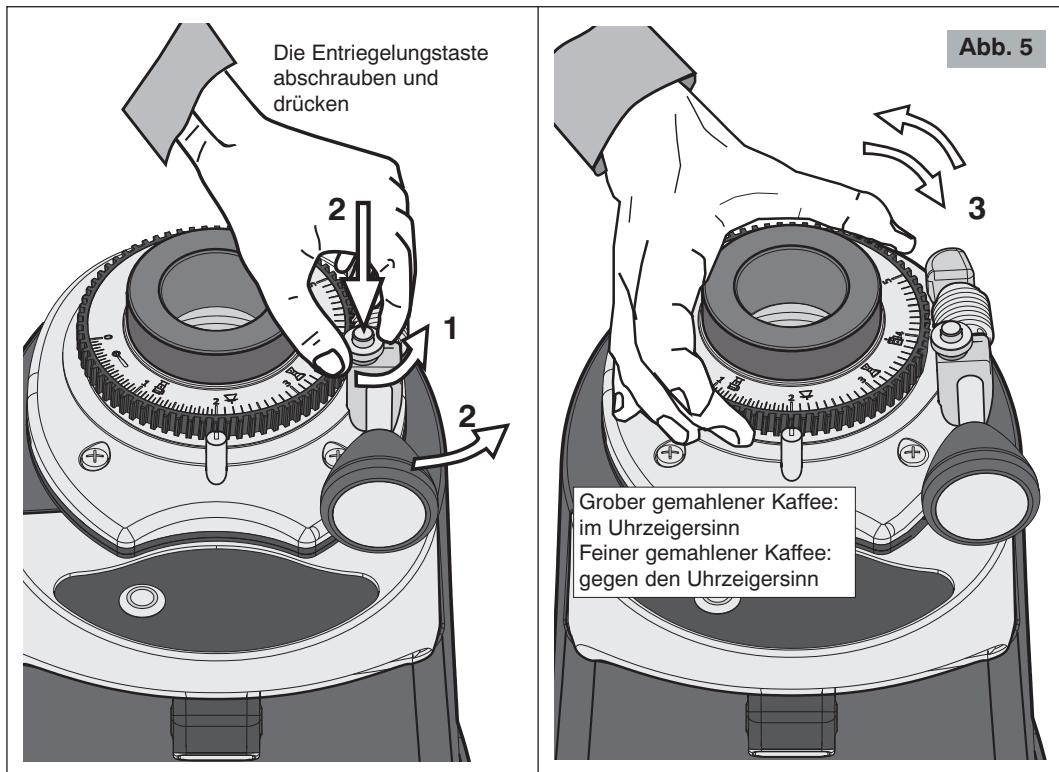

Abb. 5
- Es ist möglich, die Einstellvorgänge zu beschleunigen, indem der Zahnrings (4 Abb. 1) direkt gedreht wird (siehe Abb. 5 - 1, 2, 3) nachdem er zuvor durch Abschrauben und Drücken der Entriegelungstaste (5 Abb. 1) entriegelt und der Einstellblock weggeschoben wurde.